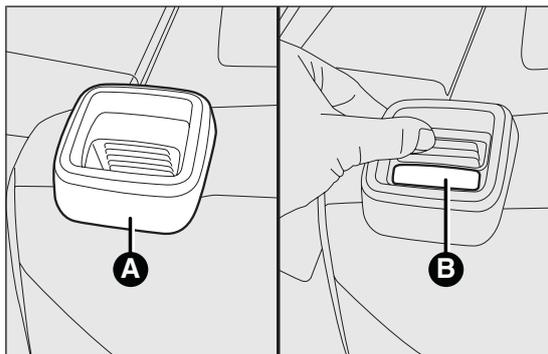

fig. 73
- per versioni con sedile posteriore intero*: agire sulla leva A fig. 73 di ritegno schienale e ribaltare quest'ultimo in avanti in modo da ottenere un vano di carico uniforme. Il sollevamento della leva è evidenziato da una "banda rossa" B fig. 73;